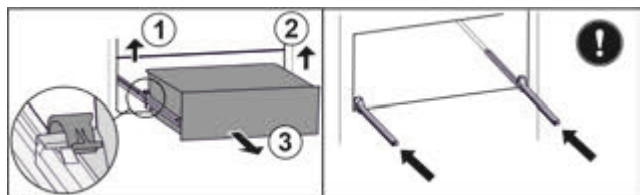

Fig. 127
- ▶ Підняти лівий затискач і одночасно висувний ящик ліворуч потягнути вперед. Fig. 127 (1)
- ▶ Підняти правий затискач і одночасно висувний ящик праворуч потягнути вперед. Fig. 127 (2)
- ▶ Вийняти висувний ящик рухом вперед. Fig. 127 (3)